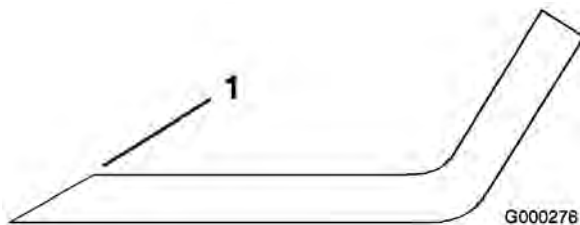

Figure 66
1. Au moyen d'une lime, aiguisz les tranchants aux deux extrémités de la lame (Figure 66) en veillant à conserver l'angle de coupe d'origine. Limez la même quantité de métal sur chacun des deux tranchants pour ne pas déséquilibrer la lame.